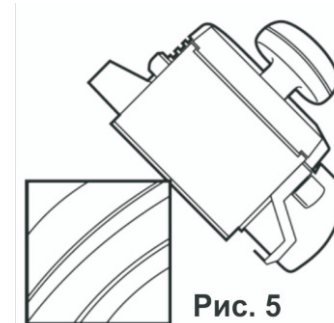

Рис. 5
- Для снятия кромок (фасок) на передней опоре имеется один треугольный паз, по которому должно проходить ребро обрабатываемого бруса (См. Рис.5).